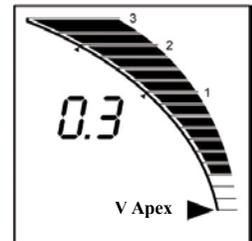

Figura 9
- In questo modo si passa alla modalità “apice virtuale”. Ad intervalli di 1,5 / 2 secondi, avverrà uno spostamento dei parametri di 0,1 mm. Lo spostamento verrà visualizzato sia graficamente che digitalmente. Inoltre, si illuminerà la spia “V” (figura 2, posizione 9) sul display dell'apparecchio (figura 9).